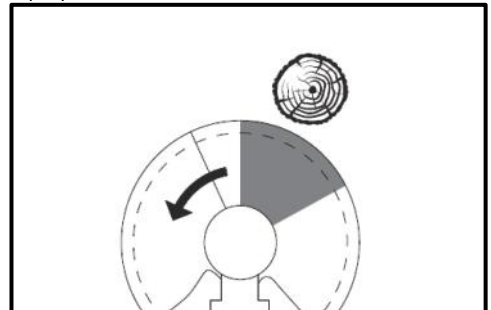

Рис. 6
- Підвищена небезпека віддачі існує, якщо ріжучий ніж натрапить на перешкоди в темному секторі (Рис. 6).